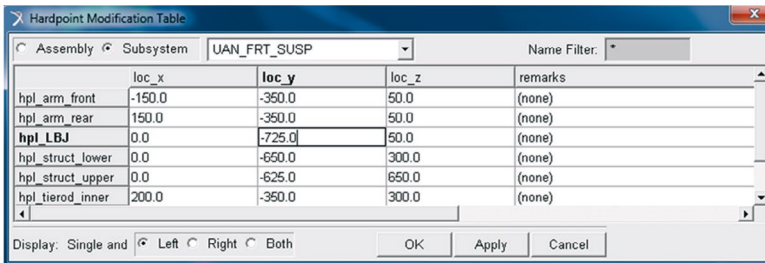
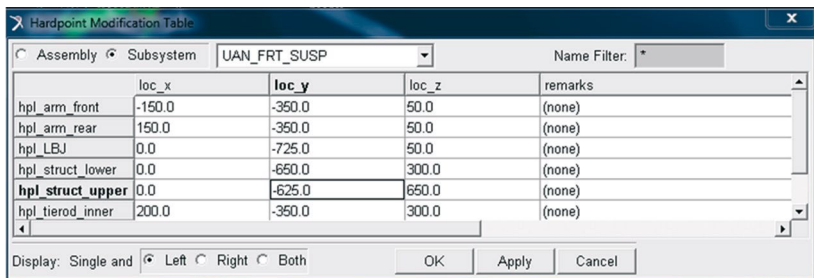

Figura 4.194 – Modificação da coordenada *y* do *Hardpoint* *hpl_LBJ*.
Figura 4.196 – Alteração da coordenada y do *Hardpoint* *hpl_struct_upper*.
- Na tabela de *Hardpoints* (Figura 4.194), clique na célula correspondente à coordenada *y* (*loc_y*) do Hardpoint *hpl_LBJ*. Altere o valor para –725, ou seja, este *Hardpoint* será deslocado de 25mm.
A notar: A partir da tabela mostrada na Figura 4.194 é possível alterar as coordenadas de todos os *Hardpoints* do subsistema. Os *Hardpoints* com simetria esquerda–direita (left–right) se diferem apenas na coordenada *y*, ou seja, eles são simétricos em relação ao plano X-Z. Para alterar as coordenadas de *Hardpoints* com simetria, basta modificar a coordenada de interesse de apenas um deles (left ou right), que o programa se encarrega de alterar a coordenada do *Hardpoint* correspondente simetricamente. No entanto, caso o usuário deseje, essa simetria poderá ser removida, modificando apenas um dos *Hardpoints* do par simétrico.
- Ainda na tabela mostrada na Figura 4.194, selecione a célula correspondente à coordenada *y* (*loc_y*) do *Hardpoint* *hpl_struct_upper*. Altere o valor para - 625, ou seja, este *Hardpoint* também será deslocado de 25 mm (Figura 4.196).